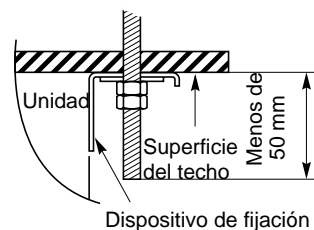

Fig. 3-71
4. Atornille los pernos de suspensión dejándolos sobresalir del techo de la manera indicada en las figuras 3-69 y 3-70. La longitud de la parte visible de cada perno debe ser idéntica, con una tolerancia de 50 mm. (Fig. 3-71)